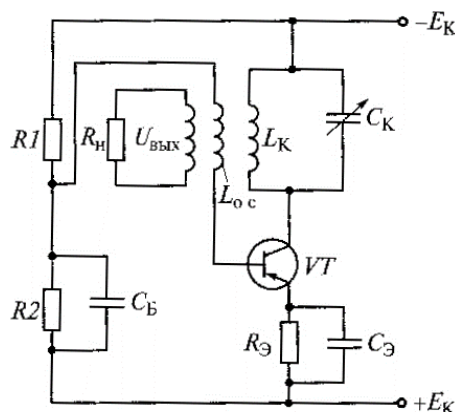

Рис. 9. LC-автогенератор
30. При сборке схемы автогенератора (рис. 9) было нарушено условие баланса фаз (изменен знак обратной связи).